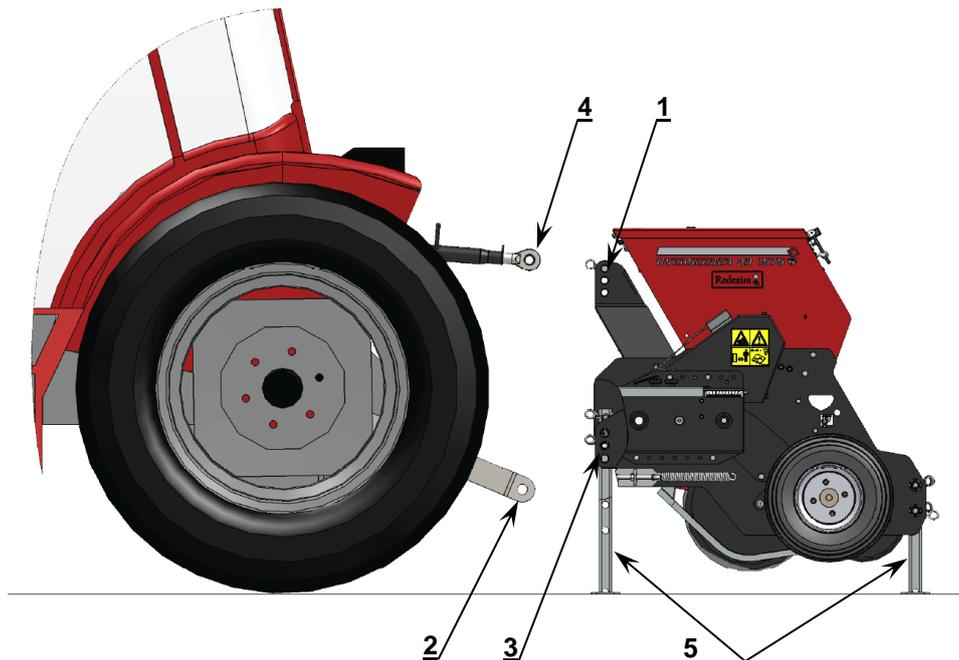

Figura 3
1. Retire os pinos de 3 pontos superiores (1) e (3) da máquina (consulte a **Figura 3**).
2. Recue o trator cuidadosamente até que os braços de elevação (2) possam ser fixados à máquina.
3. Prenda os braços de elevação (2) à máquina utilizando os pinos de 3 pontos (3). Fixe os pinos com os cliques em R.
4. Coloque o estabilizador dos braços de elevação (2) a uma distância lateral de 100 mm.
5. Monte a ligação superior (4) no trator e fixe-a na máquina utilizando o pino de 3 pontos (1). Prenda o pino com o clipe em R.
7. Desligue o trator e coloque todas as quatro pernas de suporte (5) na máquina.
A máquina deve ser desengatada da seguinte forma (consulte a **Figura 3**):